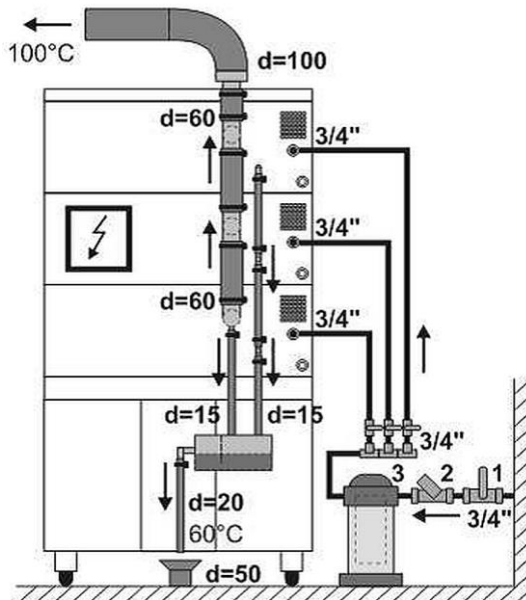

Abb. 5
- Der Anschluss für den Wasserzulauf befindet sich an der hinteren linken Seite des Gerätes. Der Anschluss an das Ventil des Verteilernetzes kann mit einem mitgelieferten flexiblen Rohr oder mit einem Gewinderohr mit $\frac{3}{4}$ " erfolgen. Der Anschluss muss so ausgeführt werden, dass er im Falle einer Drucküberlastung nicht entfernt werden kann. Die bildliche Darstellung des Wasseranschlusses und des Wasserabflusses ist in der folgenden Abb. 5 dargestellt.